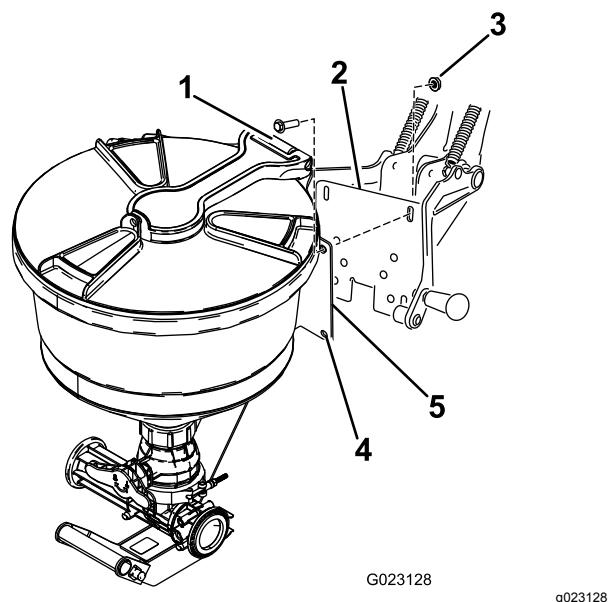

Рисунок 22
1. Совместите отверстия в монтажной пластине эдуктора с проемами в опоре люльки (Рисунок 22).